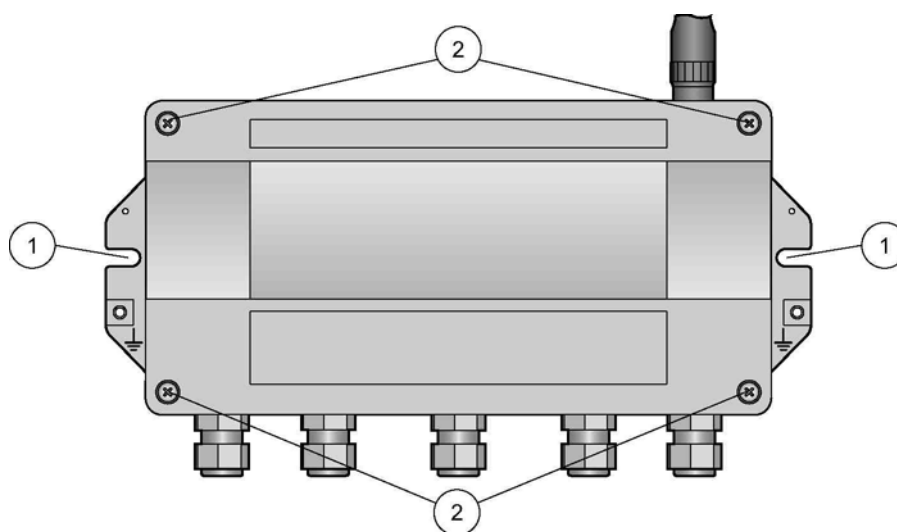

Рис. 4-5. Монтажные отверстия и винты корпуса
- 2 Открутите 4 винта крышки корпуса (см. Рис. 4-5 в главе 4.2) и снимите крышку.
- 2 Если это возможно, открутите 4 винта крышки корпуса (см. Рис. 4-5 в главе 4.2) и снимите крышку.
- 2 Если это возможно, открутите четыре винта крышки корпуса (см. Рис. 4-5 в главе 4.2) и снимите крышку корпуса.